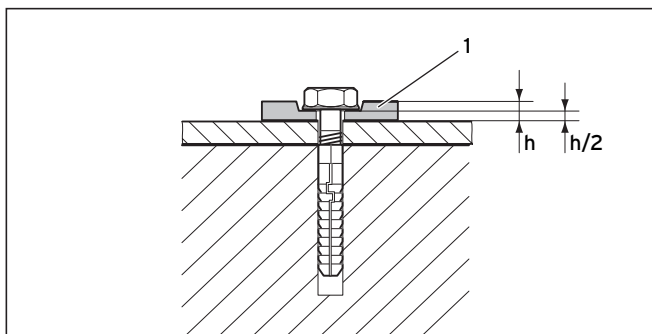

Fig. 4.64 Fixation avec des rondelles flexibles
Utilisez impérativement les 4 rondelles flexibles (1) afin de pouvoir compenser les déformations de matériau. Comprimez les rondelles de 50% (→ Fig. 4.64).